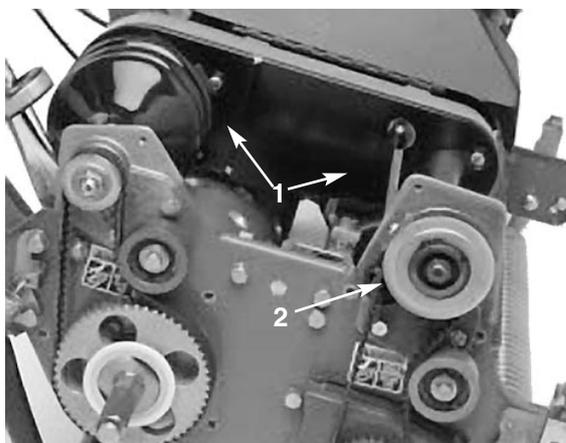

Figure 34
3. Enlever les vis qui fixent l'avant et l'arrière du couvercle du différentiel au carter du différentiel. Ecarter les deux parties du couvercle pour exposer la courroie (Fig. 34).
6. Enlever les (2) vis et contre-écrous qui fixent le carter d'embrayage avant à la plaque latérale (Fig. 34). Tourner le carter à 180° pour le diriger vers le haut.
7. Enlever les (2) vis et contre-écrous qui fixent le carter de roulement arrière droit à la plaque latérale (Fig. 34). Tourner le carter à 180° pour le diriger vers le haut.